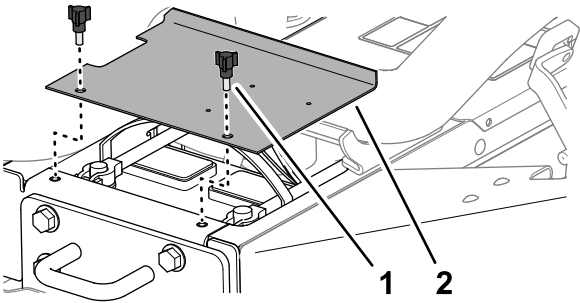

Figure 42
- 1. Ouvrez les loquets sur les côtés gauche et droit du capot (Figure 42).